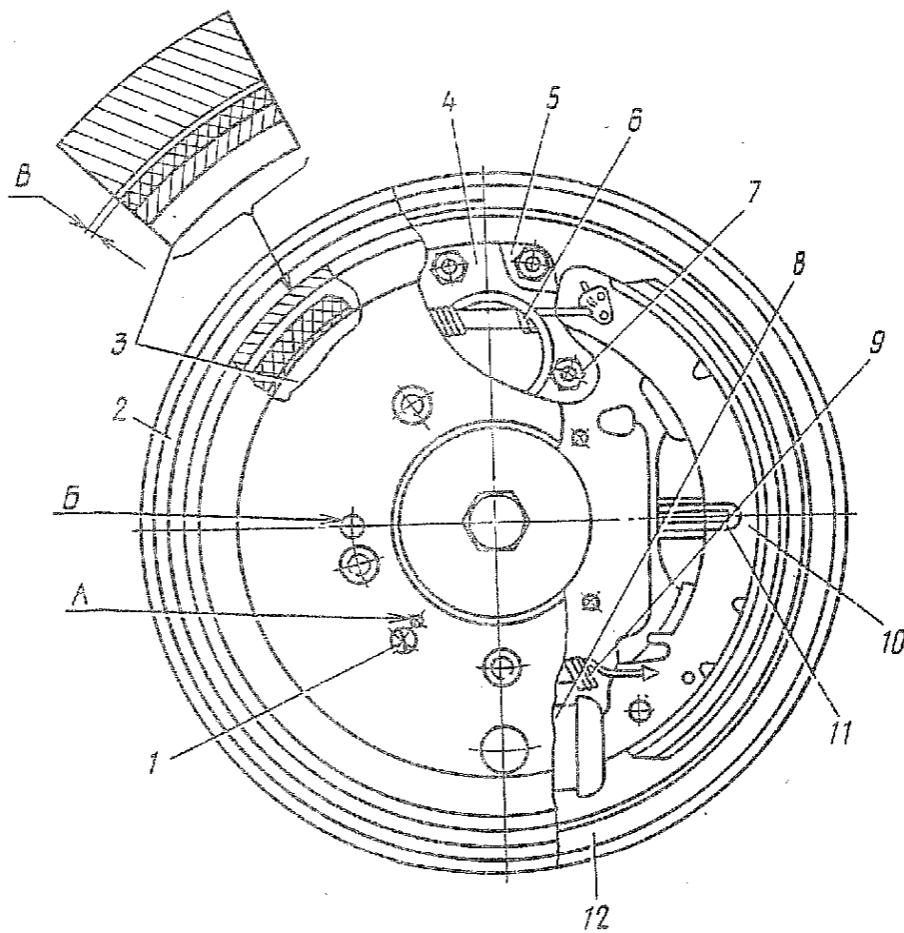

Рис. 81. Тормоз переднего колеса:
1.3. Отвернуть винты 1 (рис. 81) и снять тормозной барабан 2 (оправка, отвертка 200×1,0, технологические болты, ключ 12).